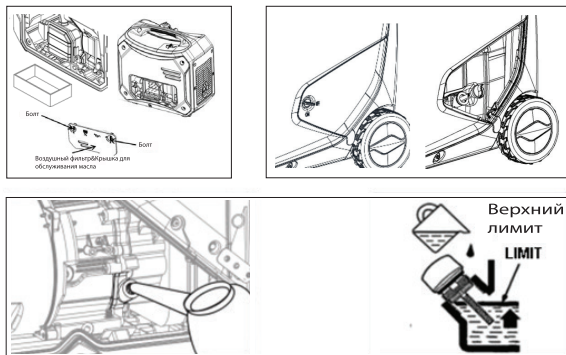

Рис. 25
- Снимите крышку доступа к обслуживанию генератора, повернув замок крепления в сторону, указанную на крышке (Рис. 25).